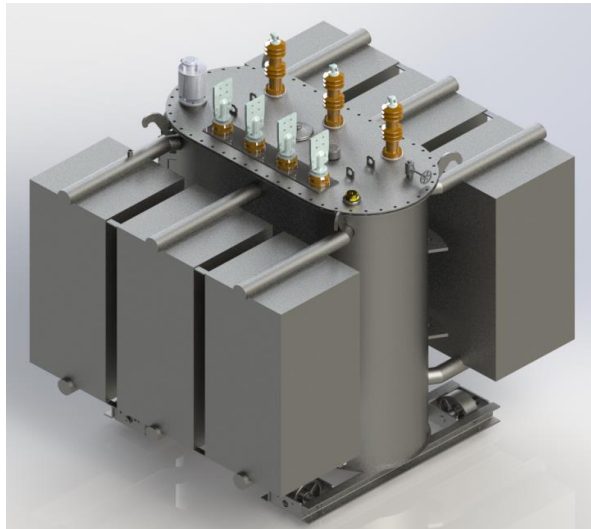

Figura 13 - Transformador com tanque selado
b) Transformador com tanque selado: transformadores cujo tanque assegura a separação total entre os ambientes interno e externo. O tanque, neste caso, mantém-se parcialmente cheio de óleo (**Figura 13**) sendo necessário um espaço interno de ar para expansão do óleo quando aquecido.